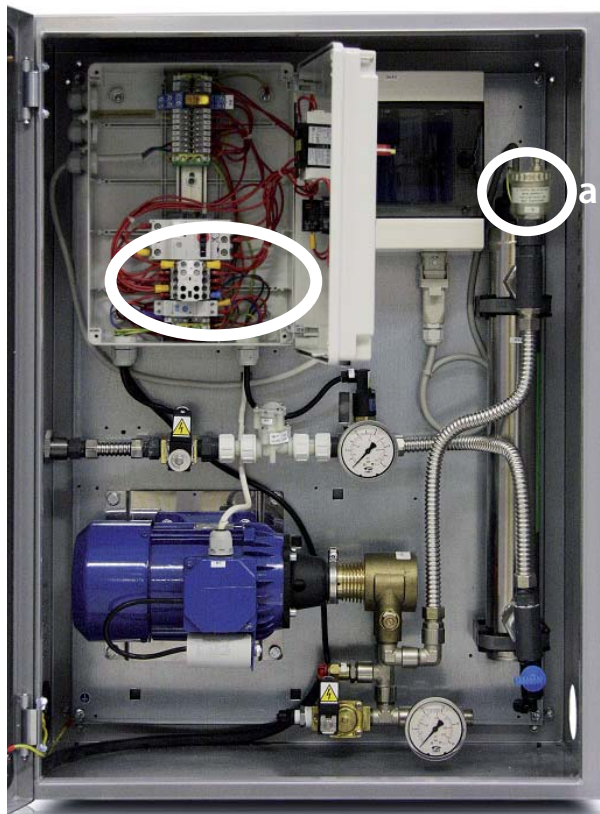

Рис. 5.а
9. убедитесь, что выключатель защиты двигателя от перегрузки (Q) стоит в положении 1 (рис. 5.а);
Примечание: При включении насоса в течение нескольких секунд с дренажного клапана может вытечь несколько капель воды (см. "а" - рис. 5.а).